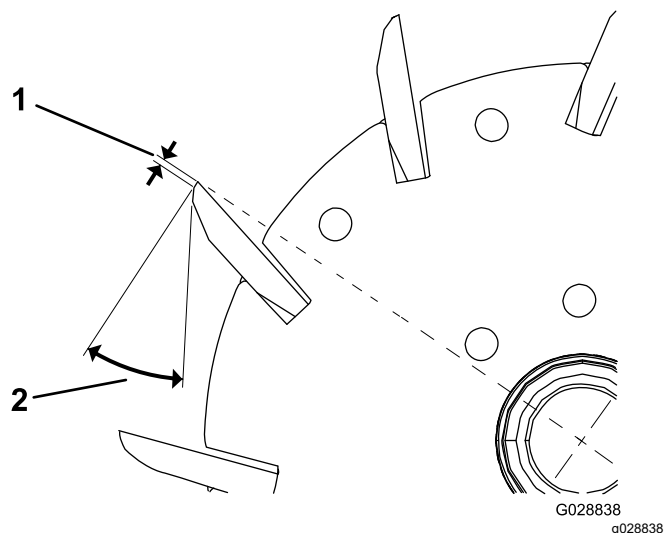
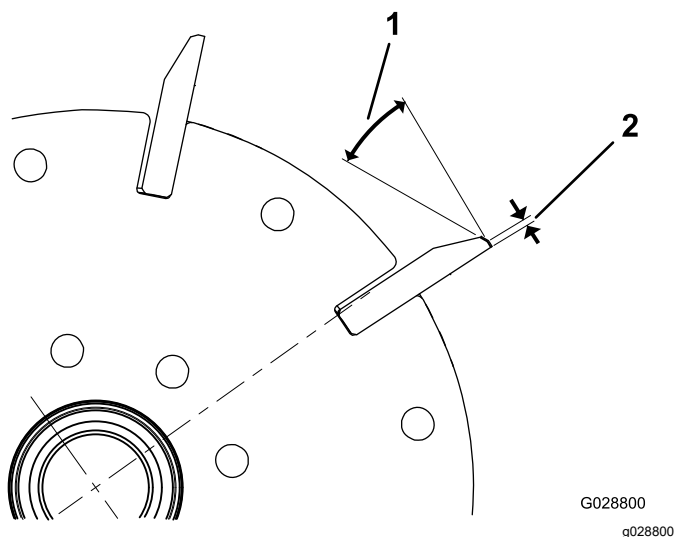

Figura 35
Figura 34
1. Afile todas las cuchillas con un rebajo de 30 grados hasta que la anchura de la superficie de incidencia sea de 1,3 mm (Figura 34 y Figura 35).